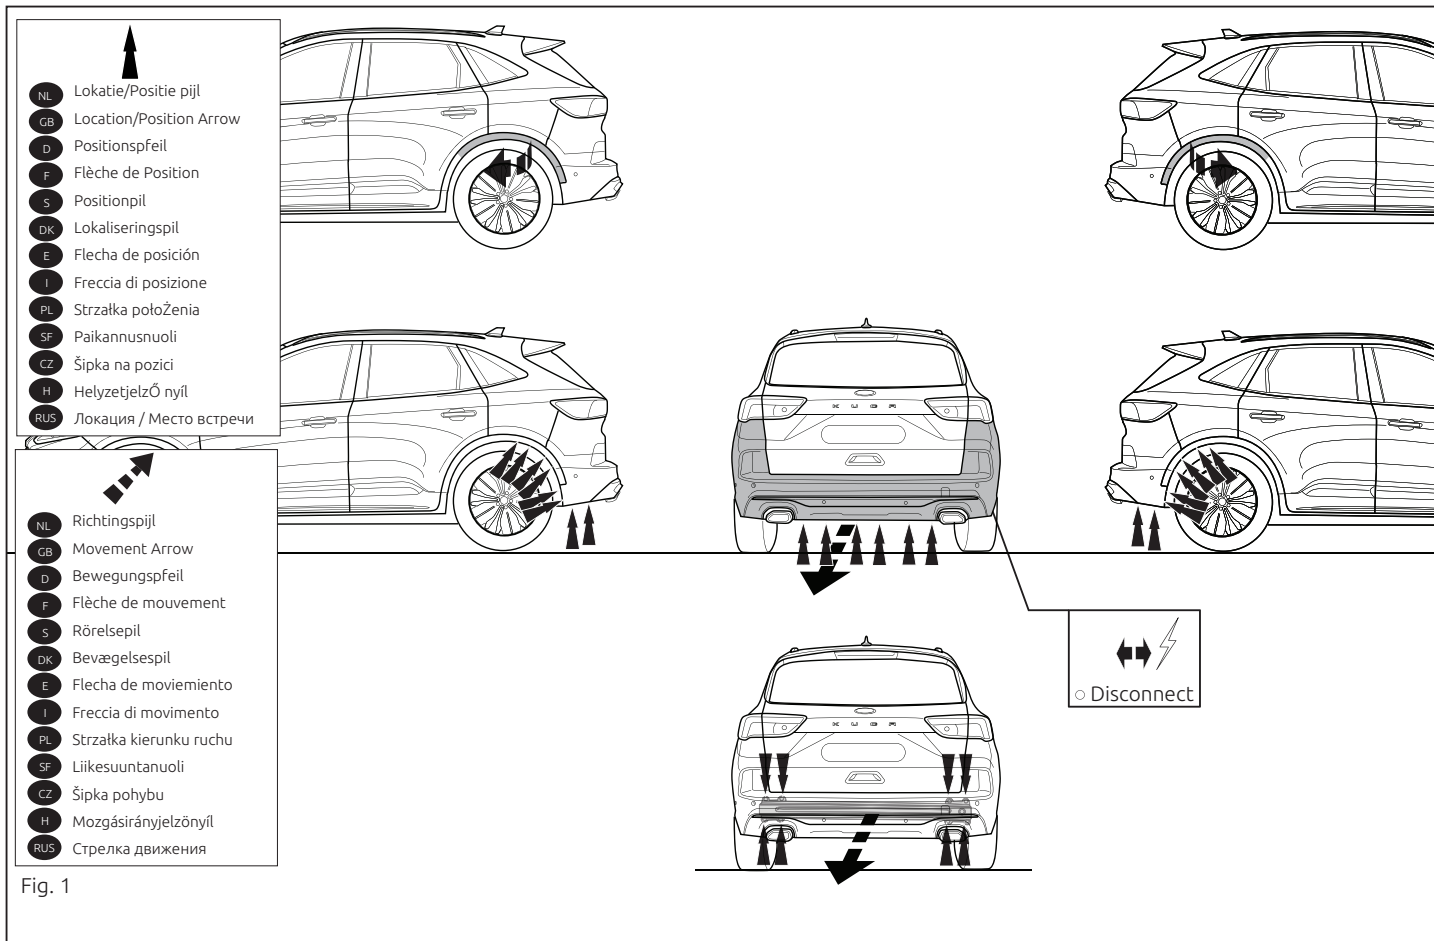

Fig. 1
1. Снять бампер вместе со буферным брусом автомобиля. Буферный брус больше не понадобится. Поставить гайки на место. См. рисунок 1.